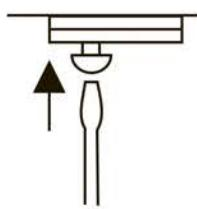
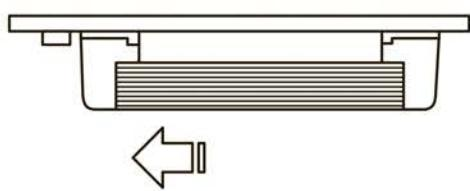

Рисунок 3
Рисунок 4
- закрепите винтом самонарезающим установочный элемент на монтажной поверхности (рисунок 3), надвиньте паз с одного конца светильника на установочный элемент (рисунок 4);